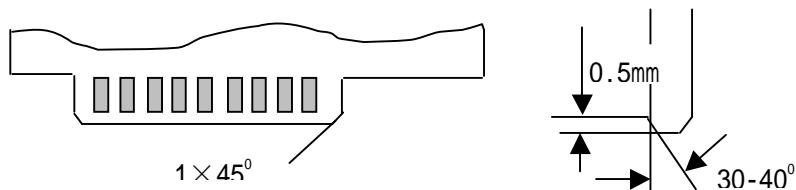

图 3 金手指倒角的设计
c) 对于金手指的设计要求见图 3 所示, 除了插入边按要求设计倒角外, 插板两侧边也应该设计 $(1\sim1.5) \times 45^\circ$ 的倒角或 $R1\sim R1.5$ 的圆角, 以利于插入。